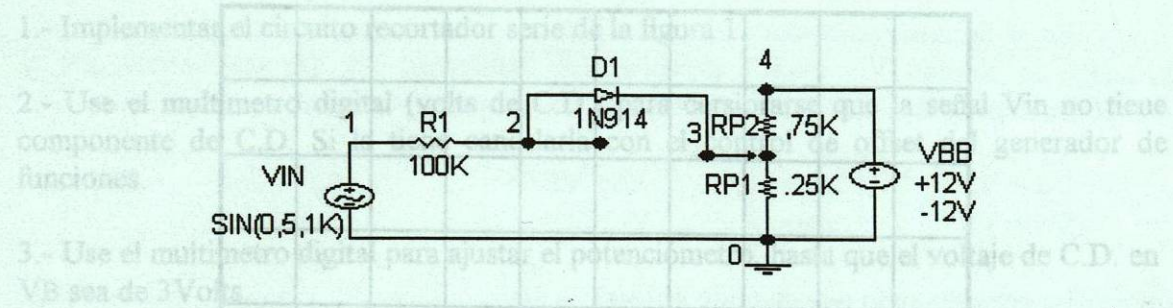

Figura 2. Circuito recortador serie.
4.-En el circuito de la figura 2, porqué se asignaron los valores de $RP_1=0.25K$ y $RP_2=0.75K$.
- 1.-Crear el archivo EXP05.CIR con la información del circuito sujetador de la figura 2.